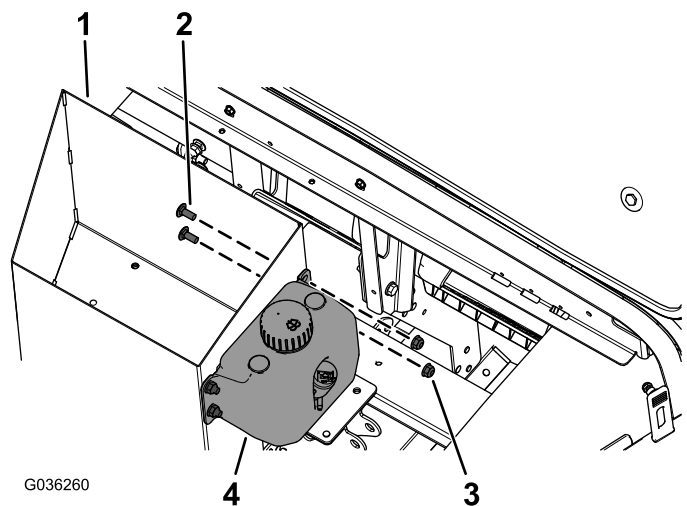

図 1
1. 図 1 図のように、フランジヘッドネジ ($\frac{1}{4} \times \frac{5}{8}$ ") 4 本とロックナット ($\frac{1}{4}$ ") 4 個を使ってウォッシャー液タンクを収納ボックスに取り付ける。